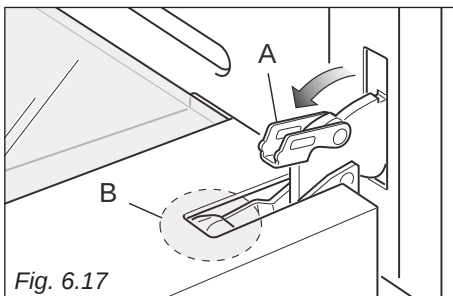
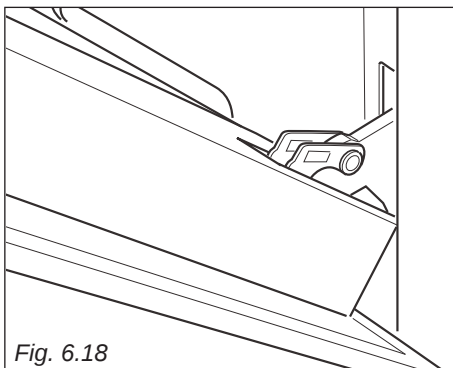

Fig. 6.17
Fig. 6.18
- Ouvrez entièrement le levier "A" sur les charnières de gauche et de droite (fig. 6.17).
- Refermez doucement la porte (fig.6.18) jusqu'à ce que les charnières gauche et droite s'accrochent sur la partie "B" de la porte (fig. 6.17).